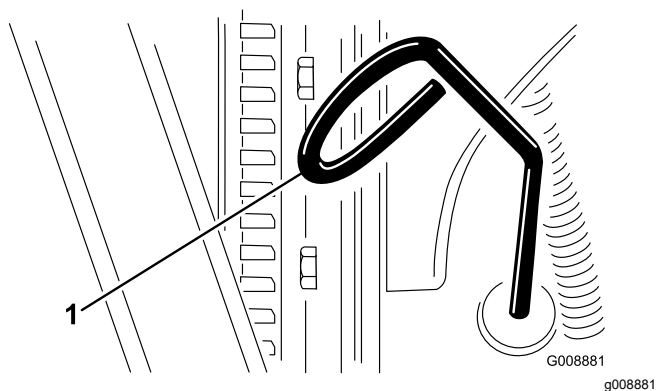

Figure 28
2. Retirez la jauge (Figure 28) et essuyez-la sur un chiffon propre.